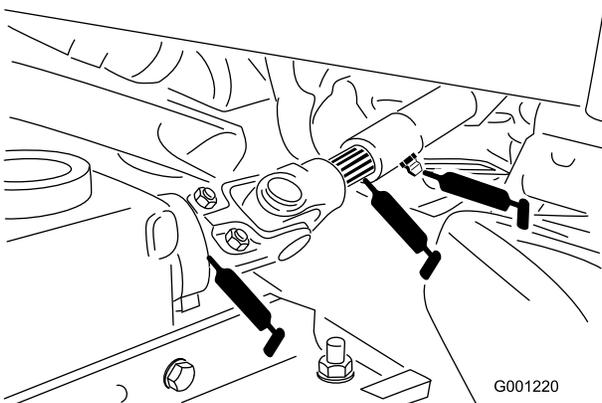

**Figure 38**
- Bagues de pivots de frein (Figure 38)
- Câbles de freins (côtés pédales de frein et roues motrices) (Figure 38)